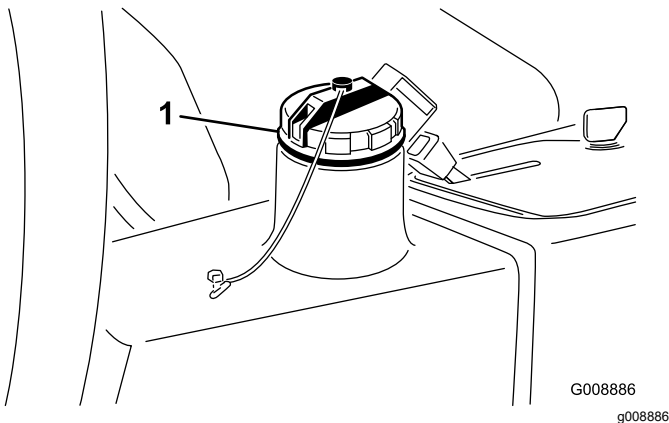

Bild 66
3. Füllen Sie den Behälter (Bild 66) mit ca. 13,2 Litern Hydrauliköl, siehe „Prüfen der Hydraulikanlage“.